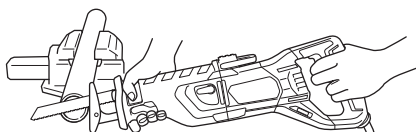

Fig. 17
(1) Fixer solidement la pièce avant de procéder. (Fig. 17)